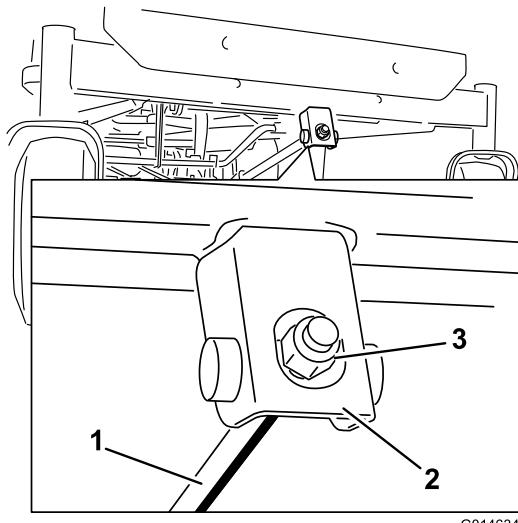

Figure 58
- Pour régler l'inclinaison avant/arrière des lames, tournez l'écrou de réglage à l'avant du tablier de coupe (Figure 58).